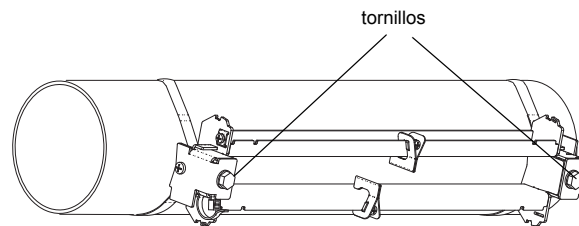

Fig. 9.38: Raíl en el tubo
- Fijar el raíl con los tornillos en los sujetadores de abrazadera de tensión (véase Fig. 9.38).